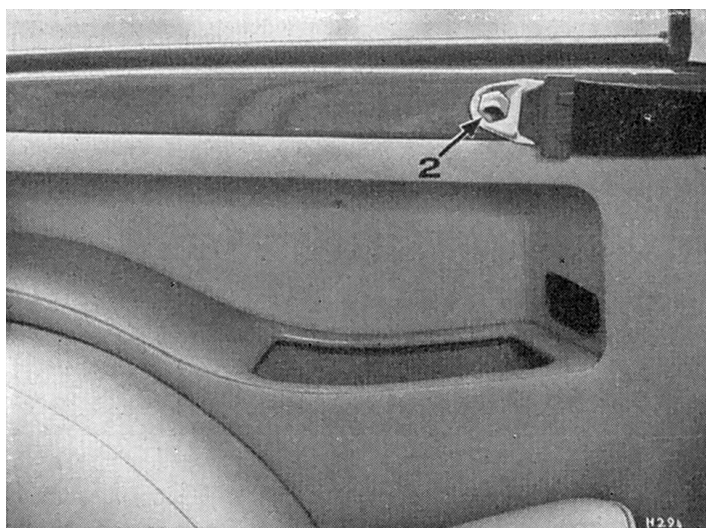

Fig. 137. Fixation à la ceinture de caisse (Herald 13/60 Berline)
2. Dévisser l'écrou de pivot (2) et retirer la rondelle ondulée et l'entretoise de pivot du panneau en bois de ceinture de caisse (Fig.137).